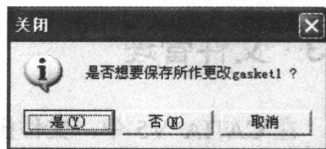

图 1-7 关闭对话框
(3) 从“文件”菜单中单击“关闭”选项，可以关闭当前活动状态下的文件。如果没有对此文件进行过任何编辑或已经保存了此文件，可以直接关闭文件；如果对此文件进行过编辑但没有保存，会弹出如图 1-7 所示的对话框，提醒用户是否对此文件进行保存。